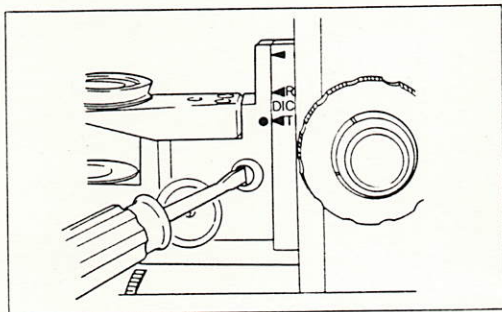

図2
- 2) ドライバで図2のクランプねじを緩め、サブステージを下げて白い●印と◀T印を合わせ、クランプねじを確実に締め付けます。